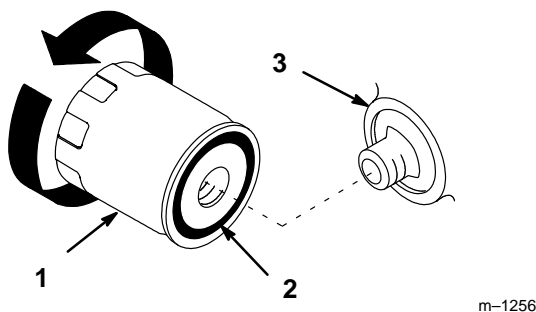

Figure 25
2. Déposer le filtre usagé et essuyer la surface de joint de l'adaptateur du filtre (Fig. 25).
4. Enduire d'une mince couche d'huile fraîche le joint de caoutchouc du filtre neuf (Fig. 25).
5. Monter le nouveau filtre à huile sur l'adaptateur, en vissant le filtre dans le sens des aiguilles d'une montre jusqu'à ce que le joint de caoutchouc touche l'adaptateur, puis en le vissant encore de 1/2 tour supplémentaire (Fig. 25).